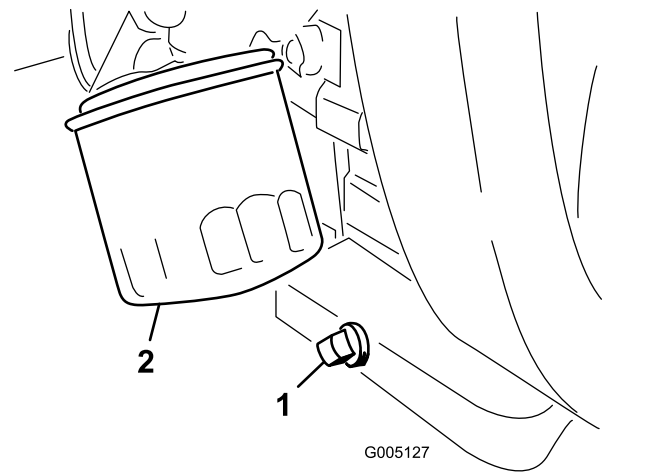

Figure 33
- Retire el tapón de vaciado (Figure 33) y deje fluir el aceite a un recipiente apropiado.
- Limpie las roscas del tapón de vaciado, aplique sellador de PTFE, e instale el tapón de vaciado (Figure 33).
- Retire el filtro de aceite (Figure 33).